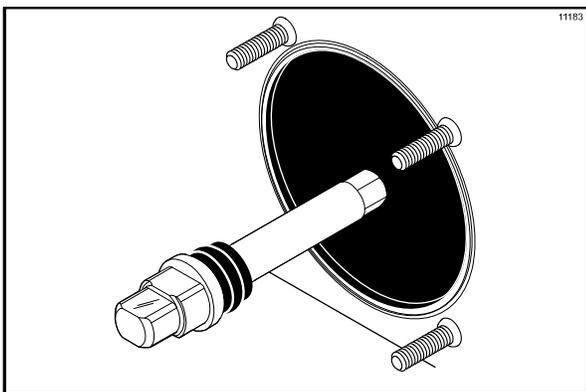

Figura 129
2. Introduzca el eje motor de la batidora por el cojinete de armazón trasero del cilindro refrigerante y enganche el extremo hexagonal firmemente en el acoplamiento motor. (Vea la figura 129).